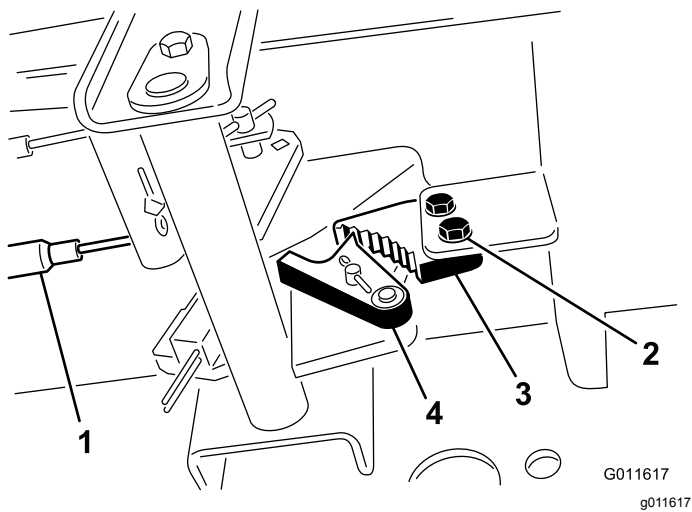

图62
1. 松开将驻车刹车闸固定到机架的 2 个螺钉图62。
- 向前踩驻车刹车踏板直到刹车卡槽完全接合刹车闸图62。